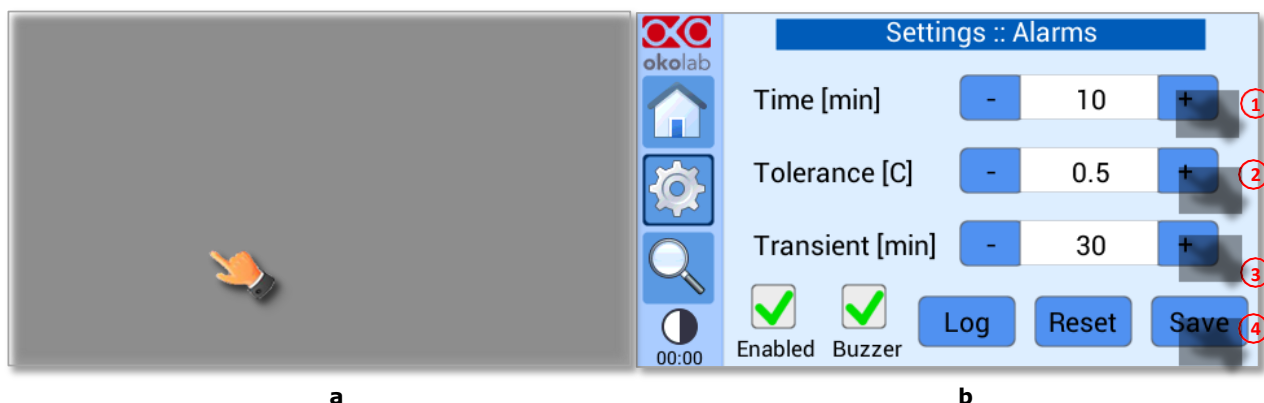

Figure 59. Paramètres des alarmes. (a) Comment accéder au menu de réglage des alarmes ; (b) Configuration des alarmes
Pour définir les spécifications des alarmes, appuyez sur l'icône *Alarms* (Alarmes)  ; voir Figure 59(a) puis suivre les indications ci-dessous :
- 1 Saisissez l'heure de l'alarme, c'est-à-dire la durée pendant laquelle la température des dispositifs chauffants peut rester en dehors de la tolérance autorisée avant que le contrôleur ne déclenche l'alarme, voir 1 dans la Figure 59(b)
- 2 Insérez la valeur *Tolerance* (Tolérance), voir 2 dans la Figure 59(b). Cette valeur définit la tolérance autorisée à partir du point de consigne.
- 3 Saisissez le temps transitoire, c'est-à-dire le temps maximum que le système peut prendre pour atteindre un nouveau point de consigne, sans déclencher l'alarme, voir 3 dans la Figure 59(b).
- 4 Cochez l'onglet *Buzzer* si vous souhaitez que l'alarme soit acoustique, en plus d'être visuelle, voir Figure 59(b)
- 5 Cochez l'onglet *Enabled* (Activé) pour activer la logique des alarmes, voir Figure 59(b)